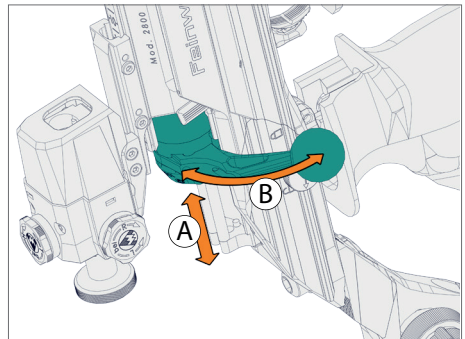

Abb. 4
- Waffe mit der Mündung nach oben und leicht über Kopf halten (Abb. 4).
- Verschluss schließen (Schritt A und B, siehe Abb.4).
- Verschluss Öffnen (Schritt B und A, siehe Abb. 4).